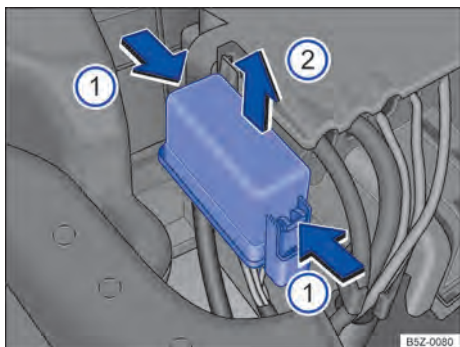

Fig. 166 No compartimento do motor: retirar cobertura da caixa de fusíveis.
- Pressionar as travas no sentido da seta ① para destravar a cobertura da caixa de fusíveis → Fig. 166.
- Remover a cobertura por cima ②.
- Para a **instalação**, colocar a cobertura sobre a caixa de fusíveis. Pressionar a cobertura para baixo, no sentido contrário ao da seta ②, até que trave de forma audível.